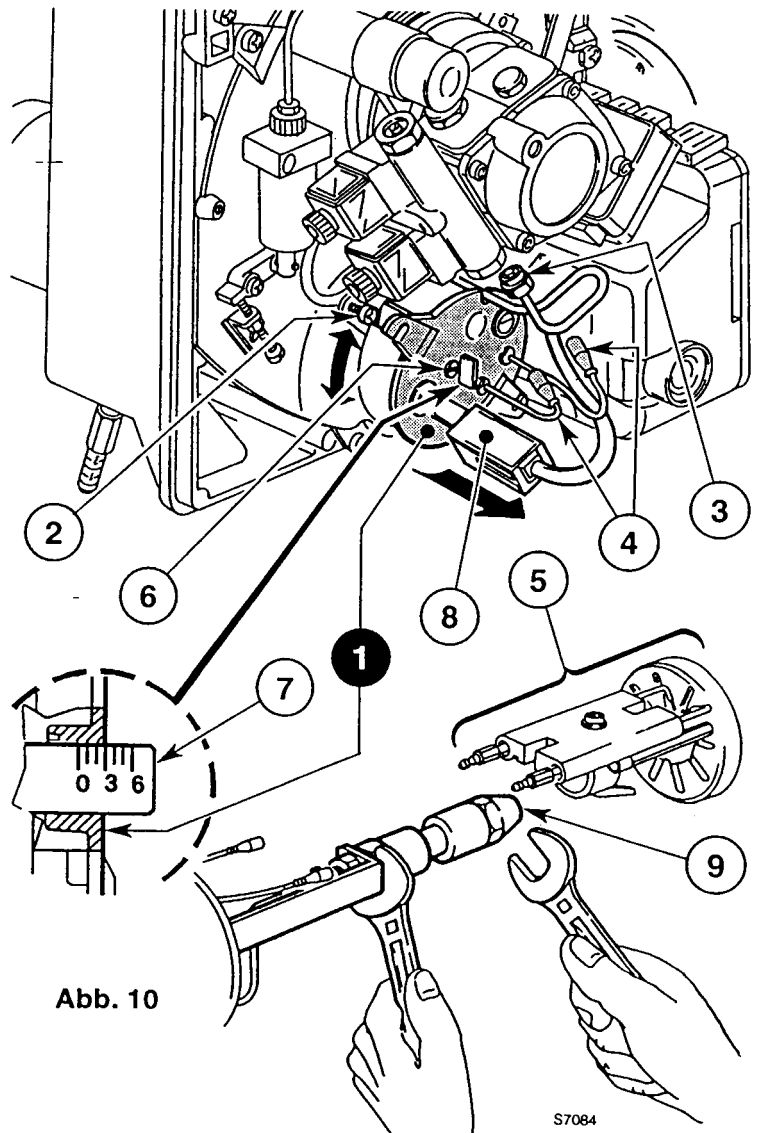

Abb. 10
- Den Düsenstock (1) herausnehmen, nachdem vorher die Schrauben (2) gelockert, die Mutter (3) gelöst, die Zundkabel (4) und der Photowiderstand (5) abgenommen wurden, (siehe Abb. 10).
- **DIE DÜSE (9) RICHTIG ANSCHRAUBEN UND WIE IN Abb. 10 ABGEBILDET ANZIEHEN.**
Sie ist vom Öldurchsatz abhängig und wird ausgeführt, indem man die Einstellschraube (6) im Uhrzeigersinn oder entgegen dem Uhrzeigersinn soweit dreht, bis die auf der Einstellspindel markierte Raste (7) mit der Kante am Düsenstock (1) übereinstimmt, (siehe Abb. 10).